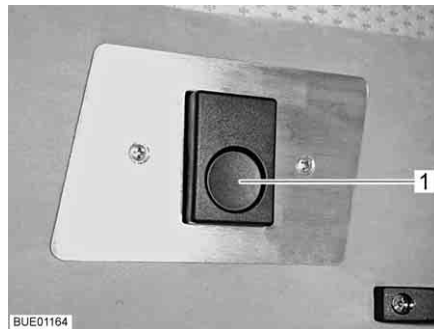

Bild 102 Lås
- Tryck på låsknappen (Bild 102,1). Låset är upplåst.